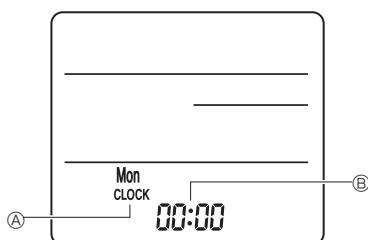

Fig. 6-4
3) Configuración (Ajuste del reloj) (Fig. 6-4)
- ① Inserte las baterías o pulse el Ⓛ CLOCK botón con algún objeto punzante.